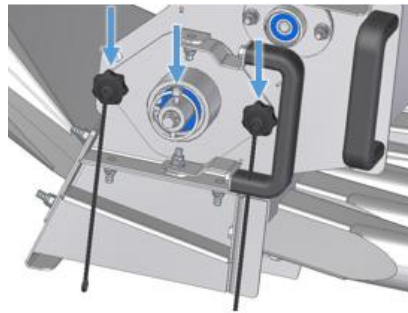

Figura 22
- La brida de cojinete se fija con las tuercas con empuñadura en estrella y el pasador se inserta a través de la brida y el eje de siembra para lograr un apoyo óptimo (véase Figura 22).